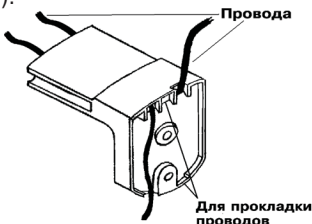

Рисунок 3
2. Удалите в кронштейне заглушки, которые будут использоваться для прокладки проводов. Провода пропустите через каналы кронштейна и закрепите кронштейн в выбранном месте на стене (рисунок 3).